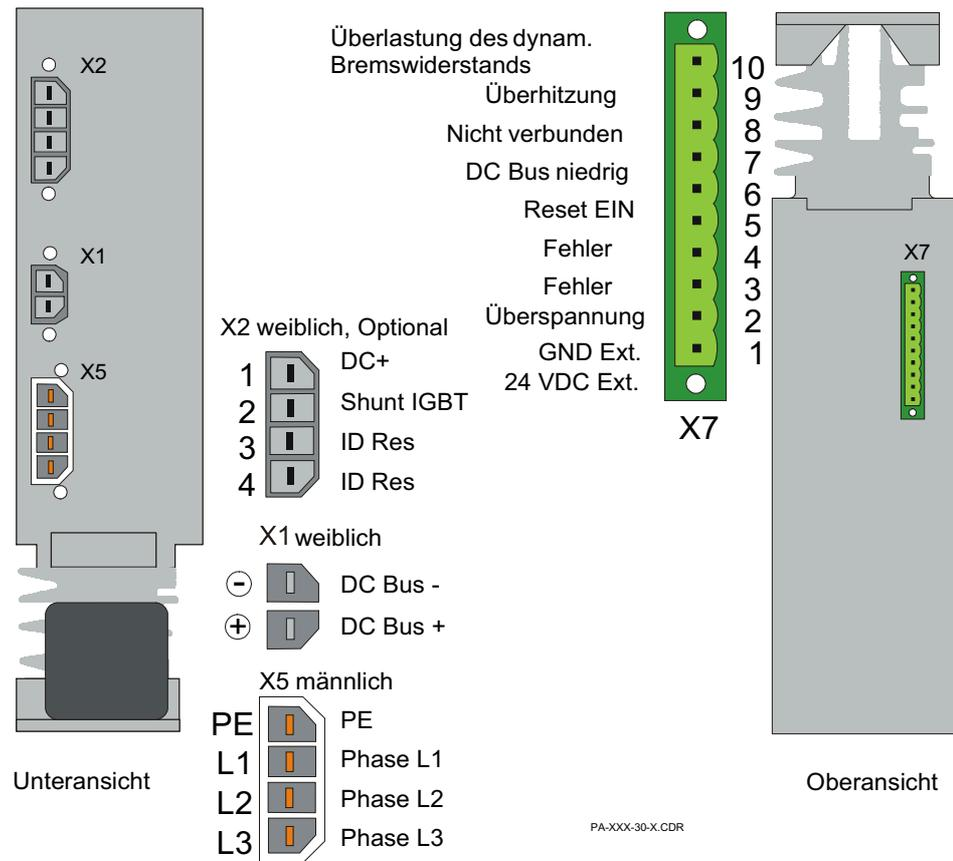
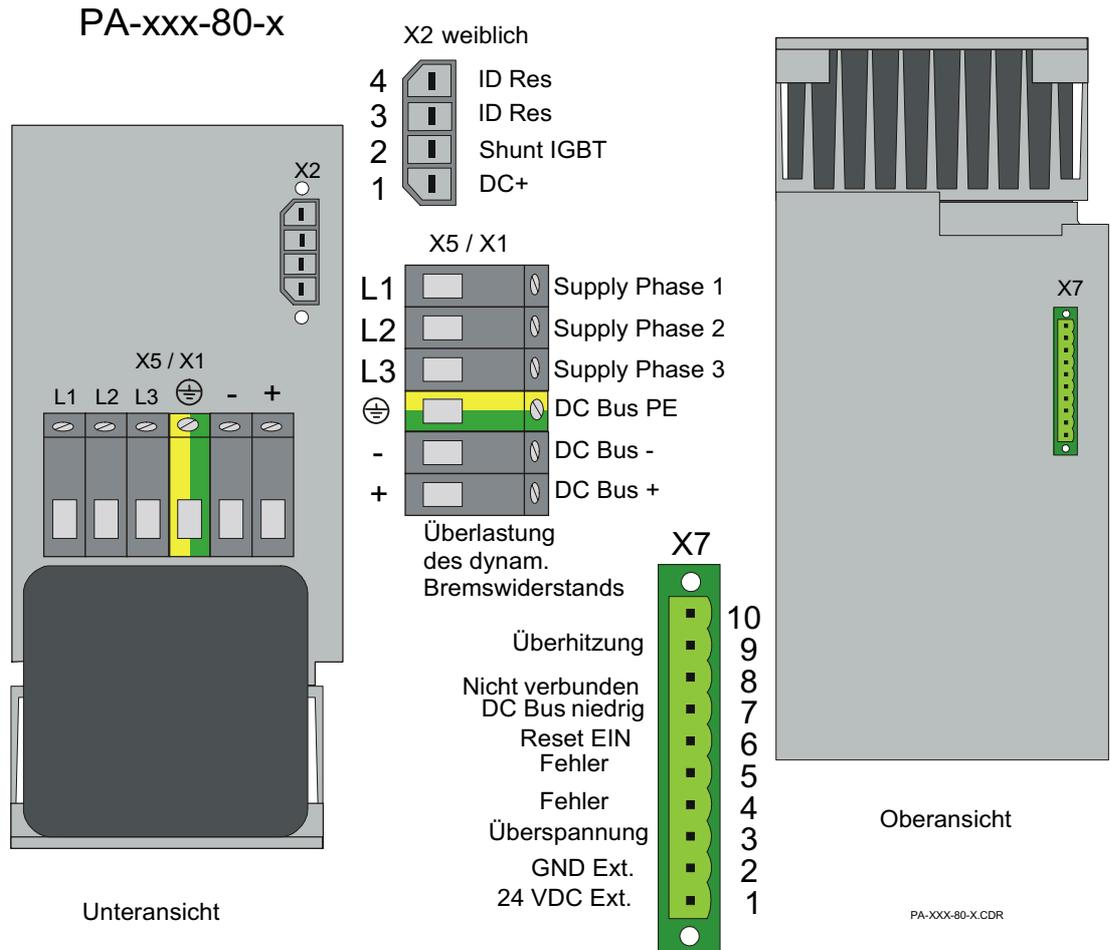

Abbildung 16 Konfiguration des Verbindungsstücks PA-XXX-30 der SAM Spannungsversorgungseinheit
Abbildung 17 Konfiguration des Verbindungsstücks PA-XXX-80 der SAM Spannungsversorgungseinheit
4. Mit Hilfe von Abbildung 16 oder Abbildung 17 die auf der oberen Schaltplatte mit Verbindungsstück X7 verbundenen Kabel der auszutauschenden SAM Spannungsversorgungseinheit lösen. Das Verbindungsstück ist mit Hilfe von Halteschrauben im Gehäuse des Verbindungsstücks mit seinem Gegenanschluß fest verbunden. Zum Lockern dieser Schrauben ist ein kleiner Schraubendreher erforderlich.
5. Mit Hilfe von Abbildung 16 oder Abbildung 17 alle an die untere Schaltplatte der SAM Spannungsversorgungseinheit angeschlossenen Kabel lösen (Verbindungsstück X2 nicht bei allen Modellen vorhanden).
Bei SAM Spannungsversorgungseinheiten mit 80 Ampere sind X1 und X5 keine Gegenanschlüsse, sondern Klemmen. Die Verbindungen zu X1 und X5 der Austauschereinheit müssen den Verbindungen der auszutauschenden Einheit genau entsprechen. Mit Hilfe von Abbildung 17 alle Verbindungen zu X1 und X5 markieren (oder notieren), damit die Verdrahtungskonfigurationen der Austauschereinheit denen der auszutauschenden SAM Spannungsversorgungseinheit genau entsprechen.
3. Die Abdeckung des Klemmenkastens entfernen. Mit Hilfe von Abbildung 17 die Kabelverbindungen der Motorwindungen zu den Klemmen markieren (oder notieren), damit die Verdrahtungskonfigurationen beim Austauschmotor denen des auszutauschenden Motors genau entsprechen.